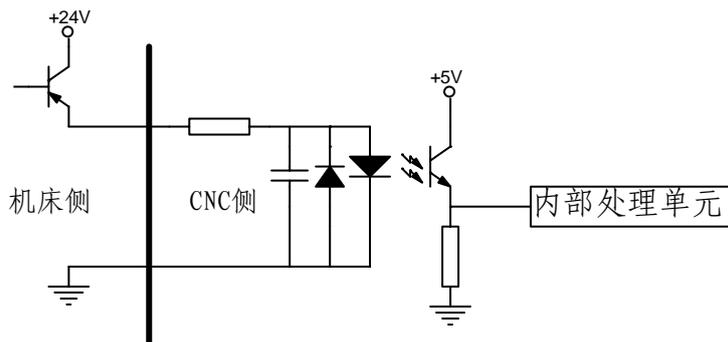

图 4.11 用 PNP 型传感器的连接
b) 用一个 PNP 型传感器既做减速信号又做零点信号时的连接方法如下图 4.11 所示: